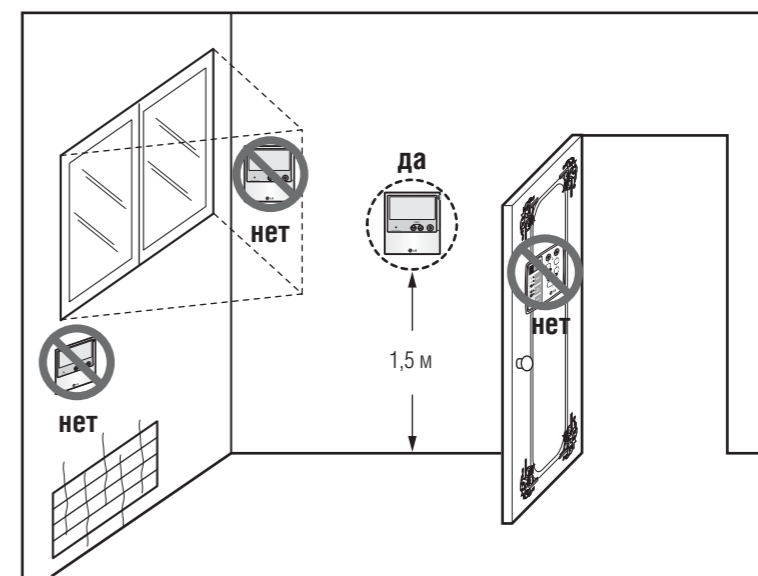

Рис. 1. Типичное расположение проводного ПДУ
- Данный ПДУ имеет сегментный ЖК-дисплей. Для обеспечения нормальной работы системы ПДУ должен быть смонтирован в соответствии с рис. 1. (Высота от пола должна быть 1,2–1,5 м.)